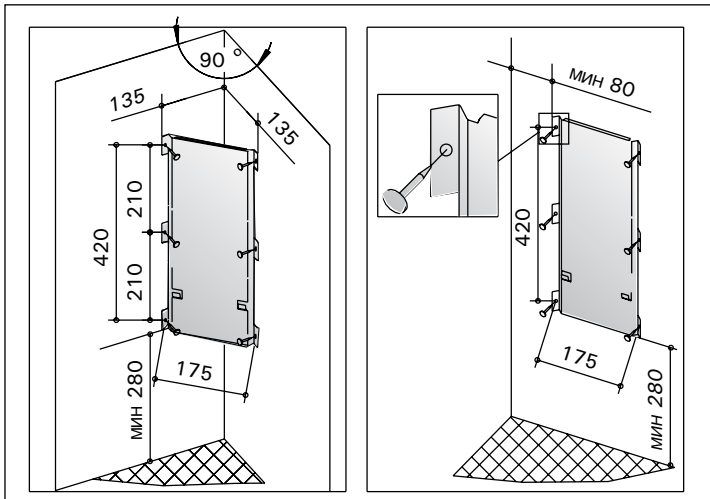

Рисунок 6. Установка крепёжной рамы
1. Прикрепите установочный кронштейн к стене винтами, входящими в комплект поставки кронштейна. Соблюдайте безопасные минимальные расстояния, указанные на рисунке 5. Установочные размеры кронштейна показаны на рис. 6.